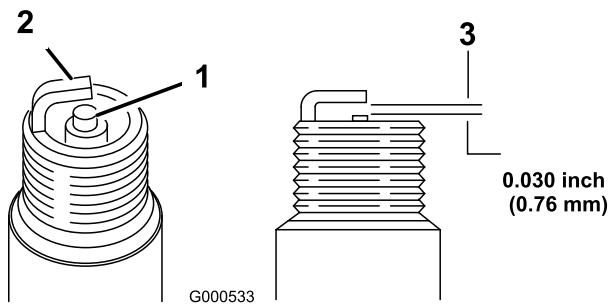

Figura 52
1. Controllate il centro delle candele (Figura 52).
2. Verificate la distanza tra gli elettrodi centrale e laterale (Figura 52), e se non è esatta piegate l'elettrodo laterale.